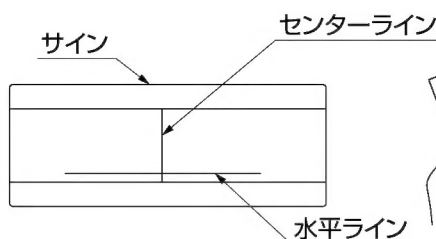

図3-1
- ① サインにあとから消せる物で、センターラインと水平ラインを引いてください。(図3-1参照)